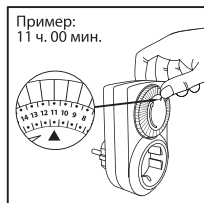

Рисунок 1. Установите текущее время
5.2. Установите текущее время, для этого поверните диск таймера по часовой стрелке до совмещения символа  $\Delta$  во внутреннем круге с текущим значением времени (Рисунок 1 – установка времени 11:00). Следует учесть, что